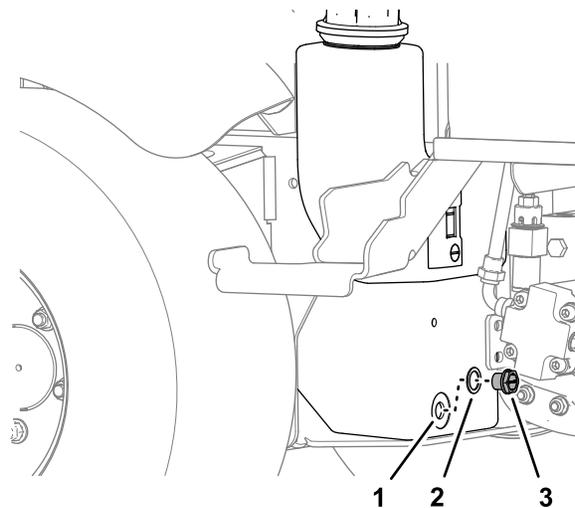

Figura 72
- Alinhe um recipiente de drenagem debaixo do depósito hidráulico, retire o tampão de drenagem do depósito e drene completamente o fluido hidráulico (Figura 72).